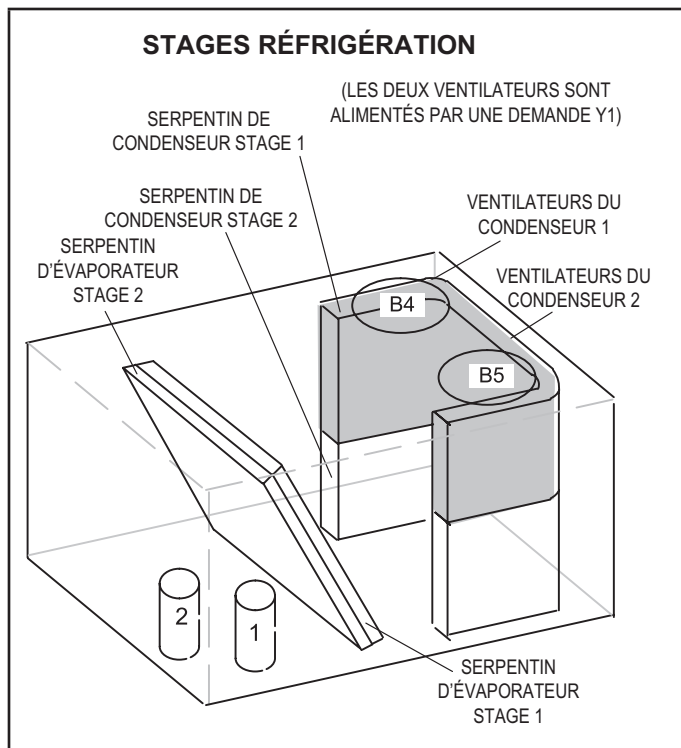

FIGURE 28
- 2 - Les unités contiennent deux circuits de réfrigérant. Voir FIGURE 28.